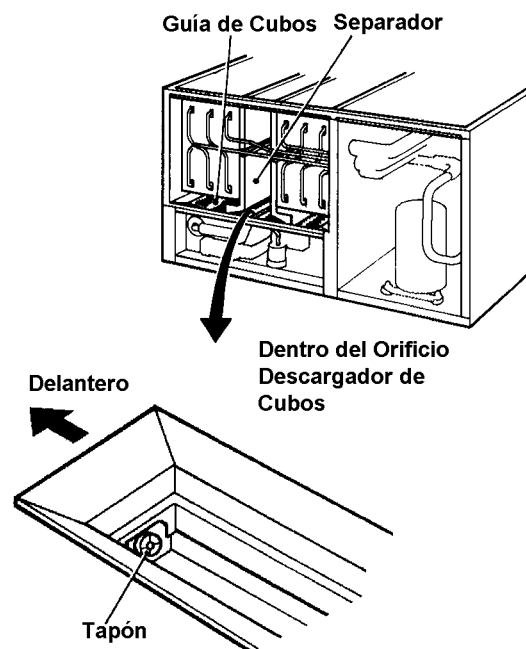

Fig. 12
- 8) Retire el panel de aislamiento. Retire el tapón situado en la parte inferior delantera del orificio descargador de cubos. Vacíe el depósito de agua para limpiar la basura suelta. Ver Fig. 12.